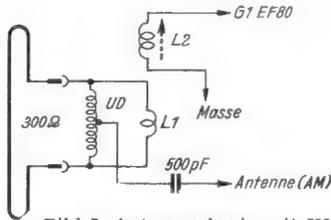

Bild 7. Antennenkreis mit UKW-Drossel zur Mitverwendung des Dipols als AM-Antenne. UD = 2 x 22 Windungen auf 10-kΩ-Widerstand
trische Weiche (Bild 7) anzubringen. Diese besteht aus der UKW-Drossel (UD) mit Mittelanzapfung, die mit der AM-Antennenbuchse verbunden wird.